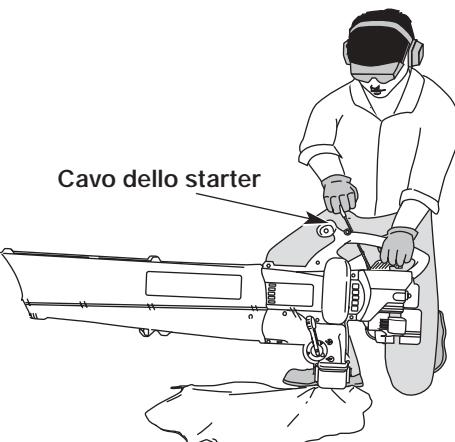

Fig. 12
- Tirare energicamente il cavo dello starter (Fig. 12) e ripetere questo movimento fino a quando il motore non si avvia (in generale si avvia dopo 2/5 tentativi).
- Per avviare il motore tirare energicamente il cavo dello starter da 1 a 3 volte (Fig. 12).